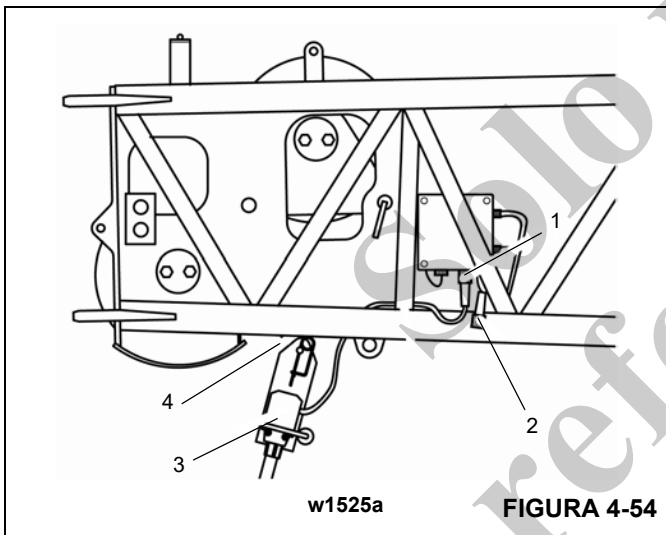

FIGURA 4-54
- Inserte un enchufe cortocircuitador (1) en el receptáculo para el interruptor limitador de elevación (Figura 4-54).
En la extensión articulada de 33 pies (10.1m) (Figura 4-54)